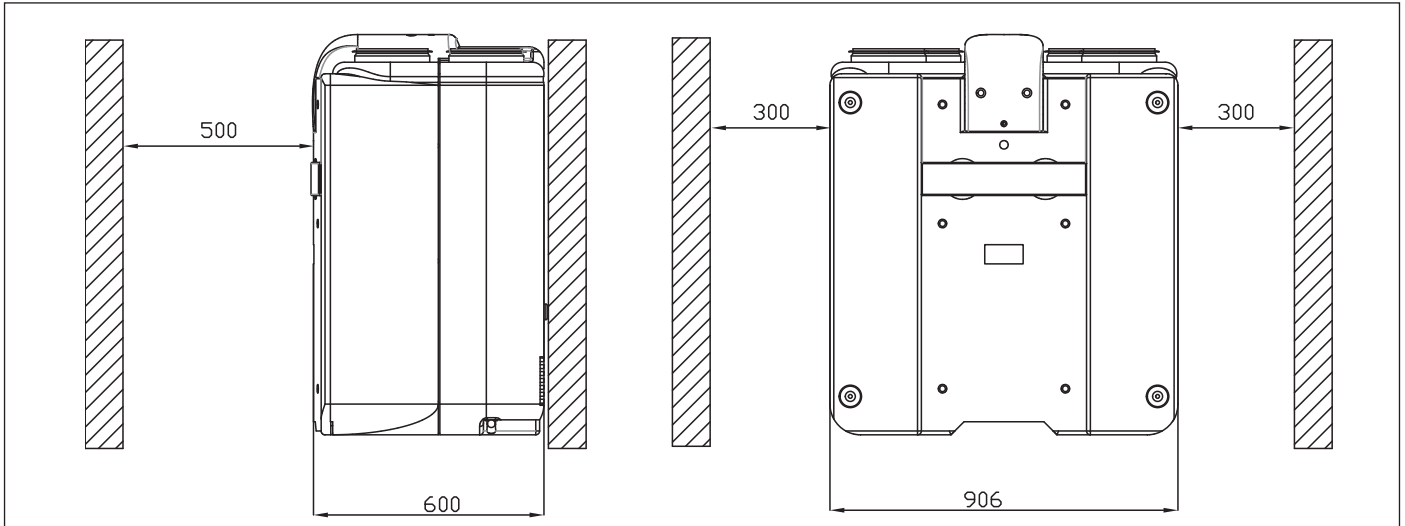

fig. 3
- Prevedere uno spazio frontale sufficiente per le operazioni di manutenzione (fig. 3).
- Leave an accessible front space for service (fig. 3).